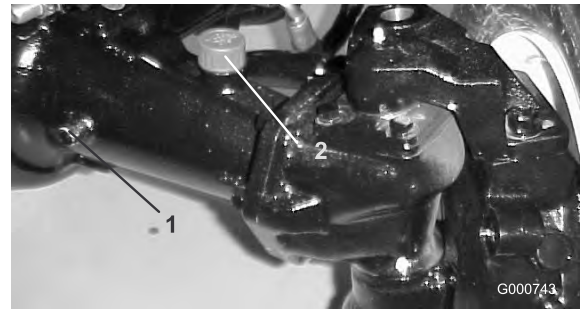

Figura 69
2. Retire un tapón de verificación (Figura 69) de un extremo del eje y asegúrese de que el lubricante llega al borde inferior del orificio. Si el nivel es bajo, retire el tapón de llenado (Figura 69) y añada suficiente lubricante para que el nivel llegue al borde inferior de los orificios de los tapones de verificación.